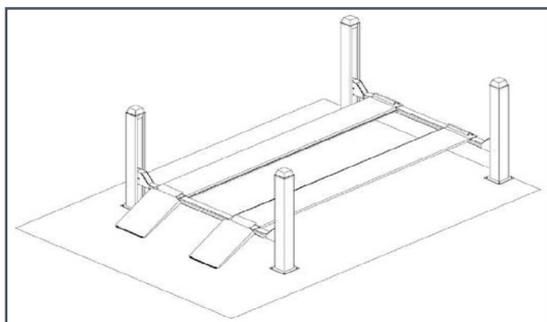

Figure 6
- N'entrez pas dans la zone de danger lorsque les véhicules sont soulevés (figure 6).